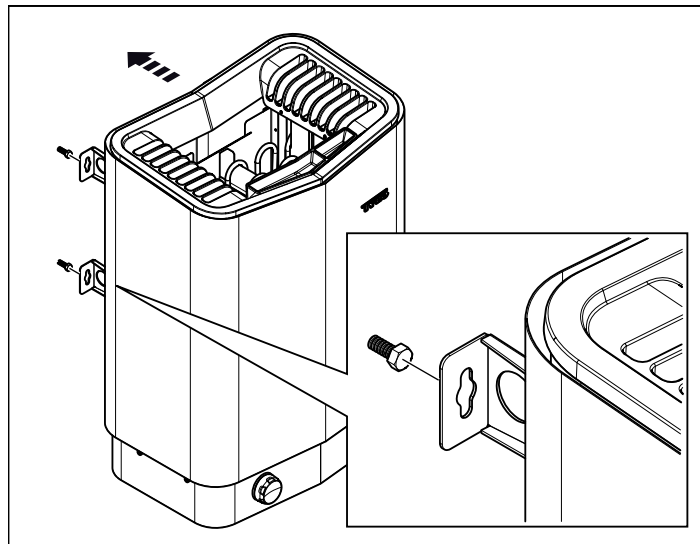

Рисунок 10: Подвесьте устройство.
8. Закрепите устройство за винты см. Рисунок 10, страница 19.